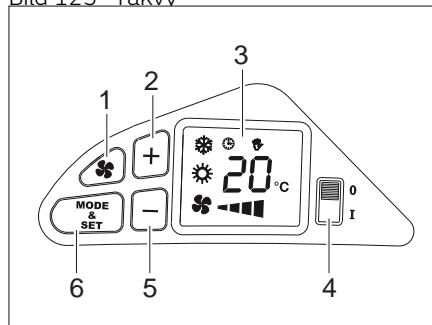

Bild 127 Manöverpanel
- Slå på klimatanläggningen på brytaren (Bild 127,4). Vid tillkoppling väntar systemet alltid 2 minuter innan det slår på kompressorn och övergår till automatisk drift.
- Välj önskat driftläge med knappen (Bild 127,6).
- Symbolerna på displayen (Bild 127,3) visar det valda driftläget:
- Om du trycker på knappen (Bild 127,1) och en av knapparna (Bild 127,2) eller (Bild 127,5) på samma gång ställs ventilationshastigheten in på manuell drift.
- Tryck på knapparna (Bild 127,2) eller (Bild 127,5) för att ställa in temperaturen.
Slå från: ■ Slå från klimatanläggningen på brytaren (Bild 127,4).